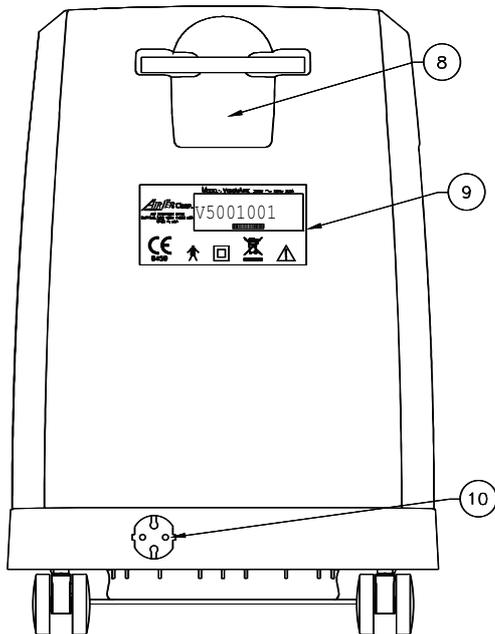

Abb. I.2
I. 2. Rückseite (Abb. I. 2).....	2-DE
### I. 2. Rückseite (Abb. I. 2)